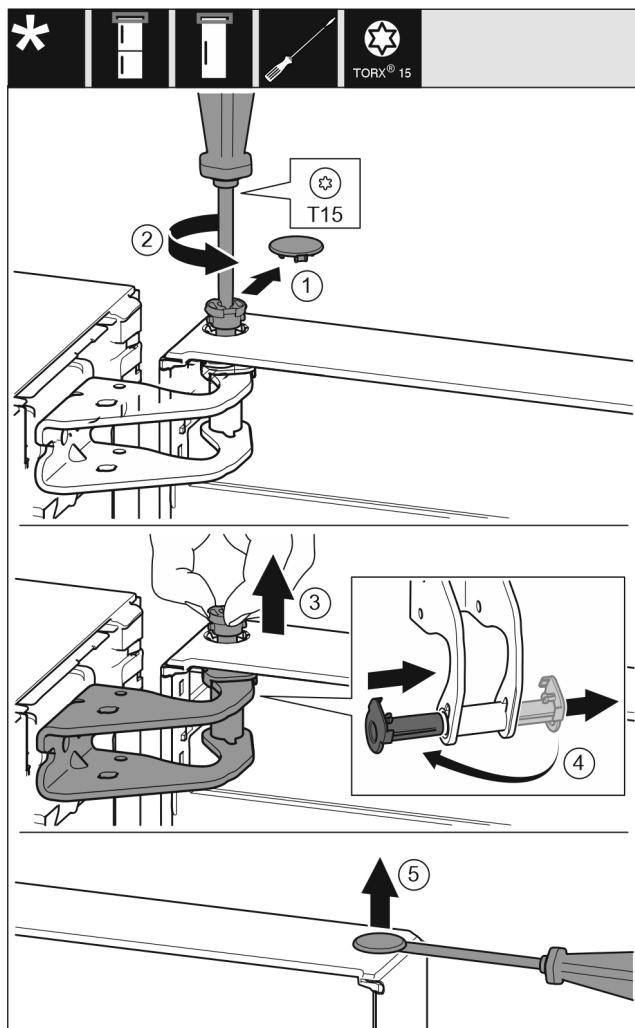

Fig. 12
- Bezpečnostní kryt opatrně stáhněte. Fig. 12 (1)
- Šroubovákem T15 o kousek vyšroubujte čep. Fig. 12 (2)
- Dveře podržte a čep vytáhněte prsty. Fig. 12 (3)
- Vytáhněte ložiskové pouzdro z vedení. Vložte z druhé strany a zaklapněte. Fig. 12 (4)
- Plochým šroubovákom opatrně nadzvedněte zátku z ložiskového pouzdra dveří a vytáhněte ji. Fig. 12 (5)